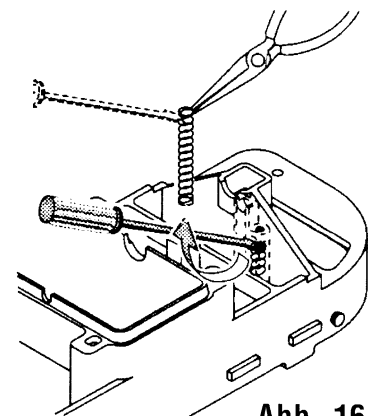

Abb. 16
- ▶ Mit Schraubendreher, Kugelschreiber, Bleistift etc. Feder entnehmen (Abb. 16). Gegebenenfalls Bürste oder Feder ersetzen.